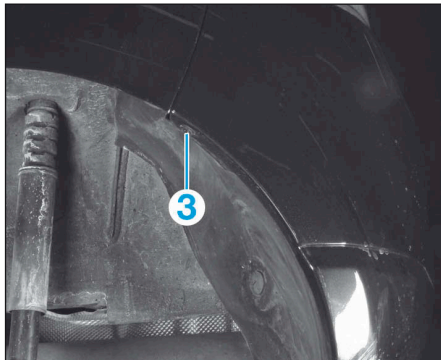

FIG.70
- Dans chaque passage de roue arrière, déposer la vis (3) (Fig.70).